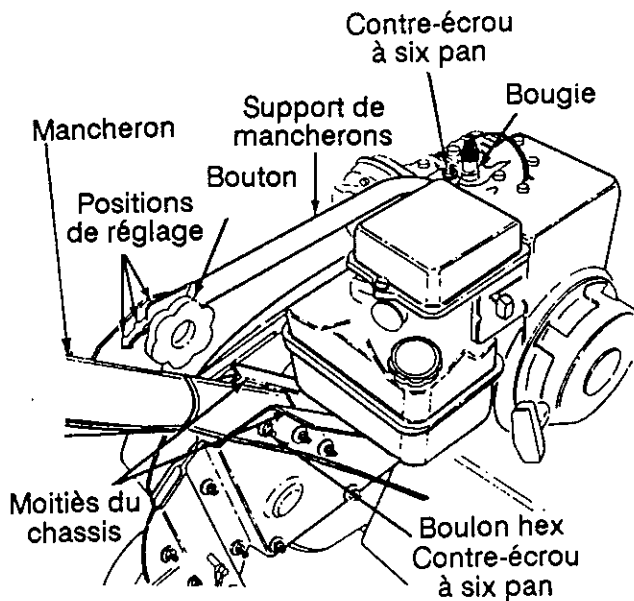

FIGURE 2
INSTALLATION DU GUIDON ET DU SUPPORT (Voir la figure 2).
1. Enlevez le boulon hex. et la rondelle creuse qui se trouvent sur le côté supérieur droit des moitiés du châssis. Le support de guidage du câble, placé sur le côté gauche du châssis, tombe quand le boulon est enlevé. Voir la figure 2.